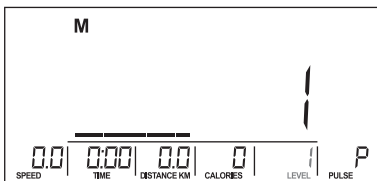
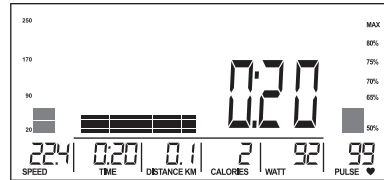

Abb. 9
Abb. 14
3. Stellen Sie mit dem Datenrad den Widerstand ein (Abb. 9), Wert 1.
5. Drücken Sie START/STOP, um das Training zu starten. Während des Trainings können Sie das Belastungsniveau mit dem Datenrad verringern oder erhöhen. Der Lastpegel (Widerstand) wird im LEVEL-Fenster (Abb. 9) für 3 Sekunden angezeigt, ohne das eine Einstellung erforderlich ist und schaltet zur Anzeige des Wertes der WATT-Funktion um (Abb. 14).
2. Stellen Sie mit dem Datenrad den Lastpegel (Widerstand) ein (Abb. 9), Standardwert 1. Drücken Sie MODE, um die Auswahl zu bestätigen.